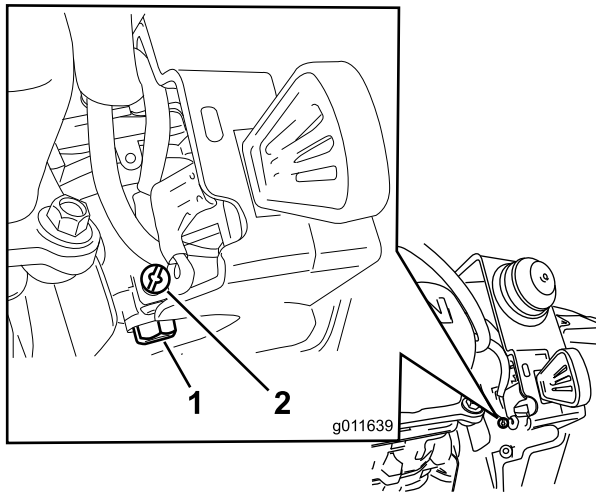

Bild 30
- Lockern Sie die kleine Schraube an der Seite der Vergaserkraftstoffglocke (entfernen Sie die Schraube nicht) (Bild 30), bis der Kraftstoff aus dem Vergaser läuft. Lassen Sie den Kraftstoff in einen vorschriftsmäßigen Benzinkanister ablaufen.